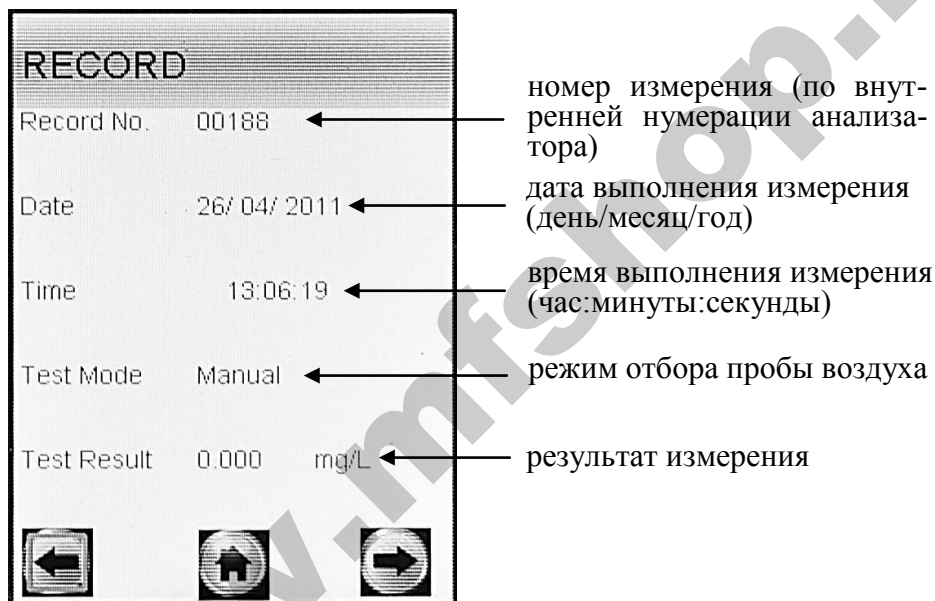

Рисунок 20 – Просмотр памяти
2.11.2 Для просмотра результатов измерений, сохраненных в памяти анализатора, выберите «**Просмотр памяти**» в главном меню анализатора, для этого переместите курсор с помощью кнопки **A** или **B** до соответствующего пункта-иконки (рисунок 4) и утвердите выбор кратковременным нажатием кнопки вкл/выкл. На дисплее появится окно «**RECORD**» с результатом последнего теста (рисунок 20).